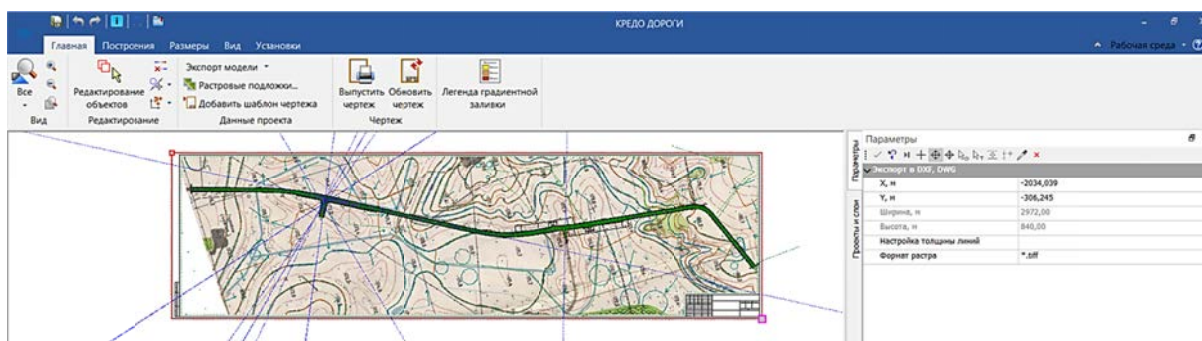

Рис. 6.8. Контур с привязкой по границам шаблона для экспорта модели
6. Контур для экспорта указывается с привязкой к точкам (курсор в режиме «*захват точки*») по границам чертежа (рис. 6.8).